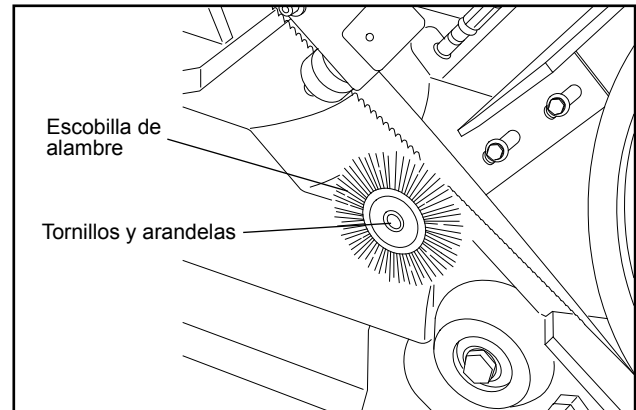

Figura 22: Escobilla de alambre
2. Saque el tornillo de sujeción, la arandela elástica y la arandela. Saque y deseche la escobilla (vea la Figura 22).